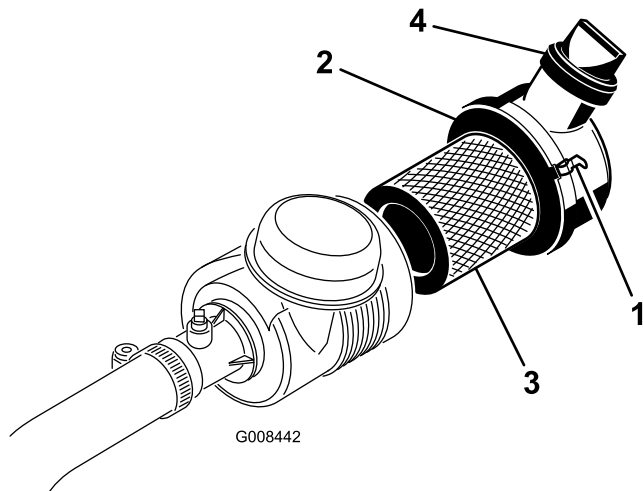

Bild 44
1. Lösen Sie die Laschen, mit denen die Abdeckung am Luftfilterkörper befestigt ist (Bild 44).
6. Montieren Sie die Abdeckung und befestigen Sie sie mit den Riegeln (Bild 44).